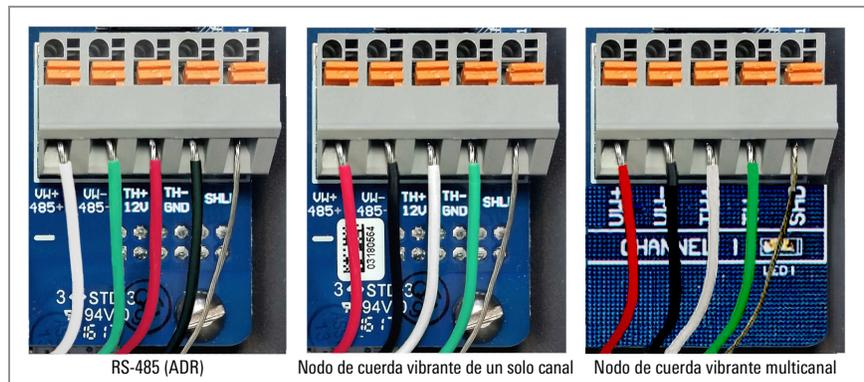

FIGURA 21: Conexiones de la terminal
3. Introduzca los cables conductores al bloque de bornes como se muestra en la Figura 21 y en la Tabla 8. Presione la pestaña anaranjada, introduzca el extremo descubierto del cable al bloque de bornes y luego suelte la pestaña.